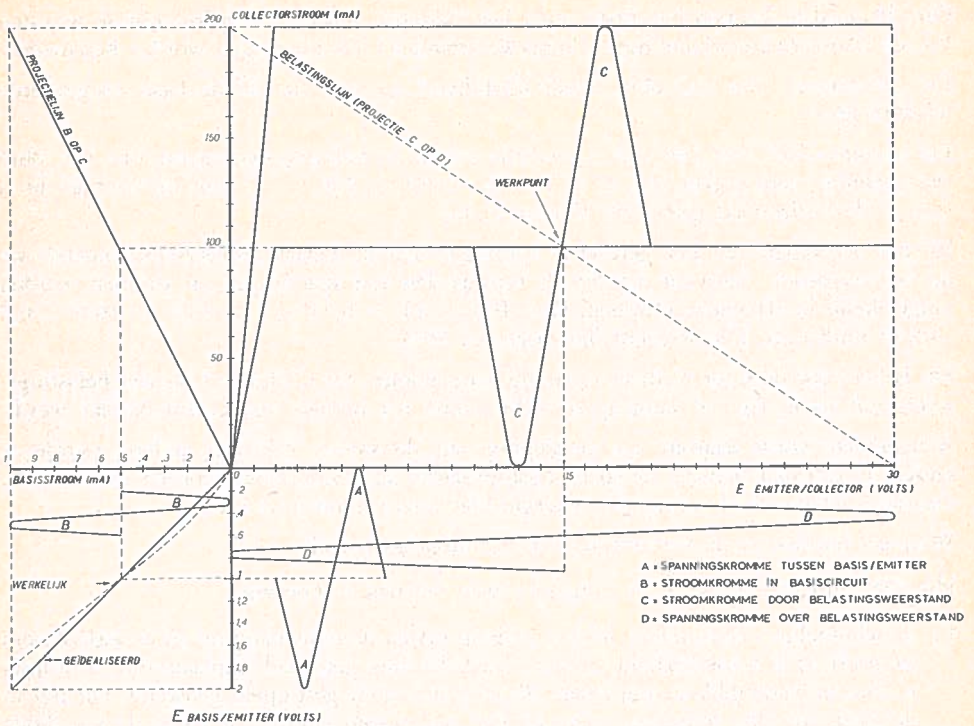

FIG. 16
In fig. 16 is grafisch uitgebeeld hoe het „uitsturen” van een transistor (in dit geval een vermogenstransistor) in totaal verloopt.
De gunstigste aanpassingsweerstand zal hier ergens tussenin moeten liggen; in fig. 16 is de meest gunstigste waarde te vinden door de punten „I coll. 200 mA” en „E emitter/collector 30 volt” met elkaar te verbinden (zie streepjeslijn).
Aan deze „belastingweerstand” van 150 ohm zal nu de in fig. 16 getekende collectorstroom van 100 mA topwaarde via de (verliesvrije) transformator met verhouding 1 : 1 worden overgedragen.
Nu is het voor de lezer wellicht te stellig aangenomen dat uitsluitend bij een belastingsweerstand als in fig. 16 aangegeven (150 ohm) het hoogste rendement bereikt wordt.
- 2) een andere oorzaak van vervorming ontstaat bij „oversturing” van de transistor. Dit is uiteraard geen kwaal te noemen; tenslotte is alles en iedereen gevoelig voor overbelasting. Interessant is het wel om na te gaan wat er precies gebeurt wanneer de aangelegde basisspanning te hoog wordt. Beschouwen wij daartoe nog eens fig. 16 (de grafiek rechts-boven) dan valt het op dat de horizontaal getekende E collector/emitterlijnen bij ongeveer 2 volt vrij steil naar beneden vallen. Dit houdt in dat het gedeelte 0 tot 2 volt niet kan worden benut voor zo groot mogelijke uitsturing. Doen we dit toch, dan ontstaat er in het afgegeven signaal een duidelijk waarneembare afplattung. Er kan dus gekozen worden uit twee mogelijkheden: niet geheel volledig uitsturen (dus de basisstroomvariaties niet groter maken dan circa 0,4 mA topwaarde) of genoeg nemen met een flinke dosis vervorming.